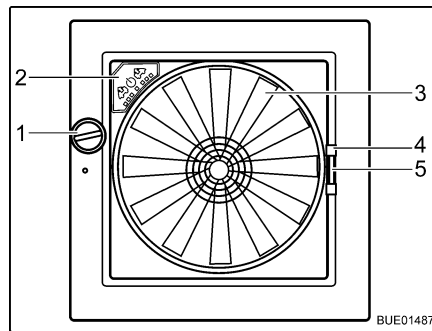

Bild 50 Taklucka Omni-Vent
- Öppna:** ■ Vrid på vredet (Bild 50,1) tills önskad öppningsvinkel har nåtts.
- Stänga:** ■ Vrid på vredet (Bild 50,1) tills takluckan är helt stängd.
- Stänga:** ■ Dra insektsskyddet i handtaget (Bild 50,4) till motstående ramsida.
- Stänga:** ■ Tryck ihop mörklägningsgardinens handtag (Bild 50,5).
Fläkt När takluckan är öppen kan kupén ventileras och vädras med fläkten (Bild 50,3) i 6 nivåer. Fläkten regleras via reglagen (Bild 50,2).